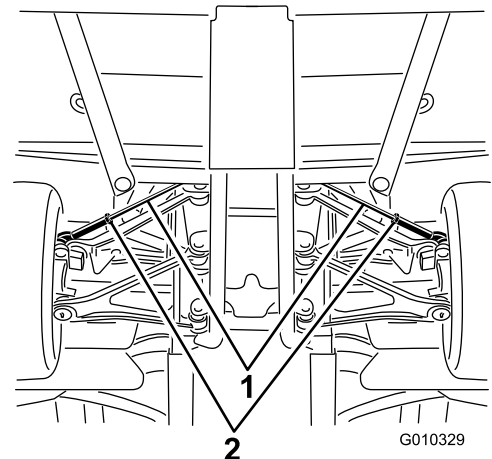

Bild 59
- A. Lösen Sie die Klemmutter in der Mitte der Zugstange (Bild 59).